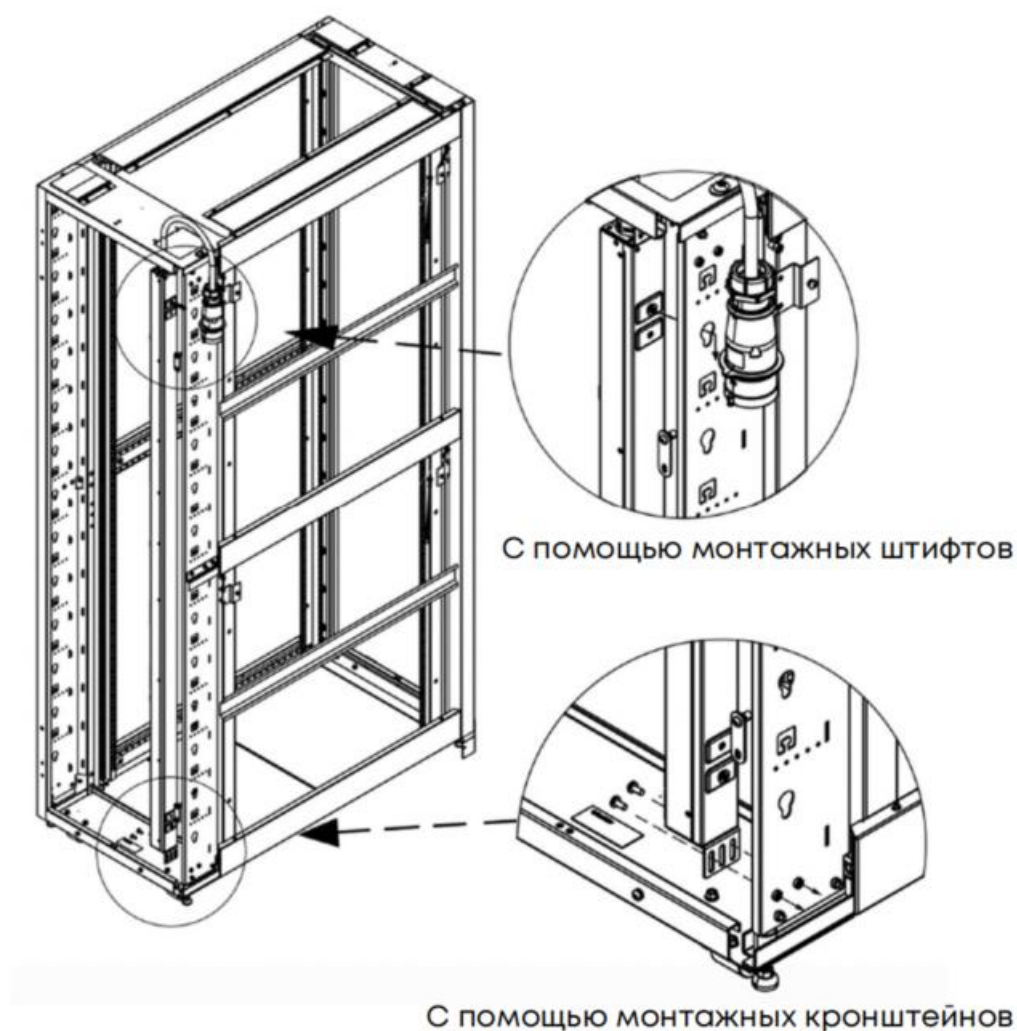

РИСУНОК 3 – ВАРИАНТЫ ВЕРТИКАЛЬНОЙ УСТАНОВКИ
- 3) Вставьте и закрутите винты с круглой головкой М6*12 в отверстия монтажного кронштейна, чтобы надёжно закрепить PDU в нужном положении в телекоммуникационном шкафу (рис.3).
- 1) Вставьте оба монтажных штифта в пазы, расположенные на задней части стойки (рис.3).